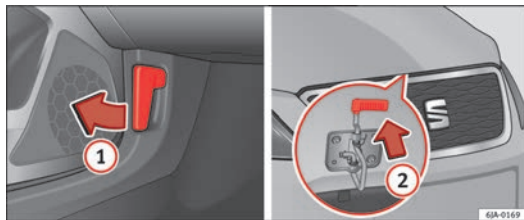

Fig. 123 Sblocco del cofano del vano motore
- Tirare la leva (1) ⇒ fig. 123 situata sotto il cruscotto nella direzione indicata dalla freccia.
- Tirare la leva di sicurezza nella direzione indicata dalla freccia (2) ⇒ fig. 123, il cofano si sbloccherà.